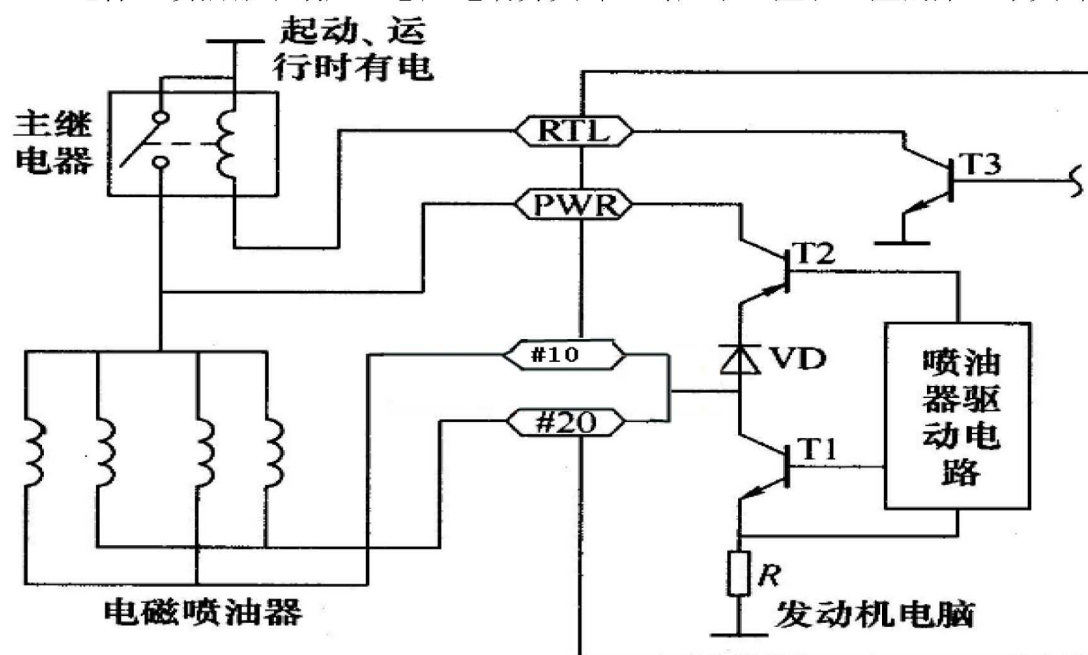

图 1
- 2). 该机 ECU 的输出电路如图 1 所示。这是一种典型的峰值保持型喷油器驱动电路，在图中，由 T1, T2 构成峰值保持型电路的主体，电阻 R 用来检测流过喷油器的电流，当达到预先设定的峰值电流，R 上的电压作用于喷油器驱动电路，后者输出控制信号，T1 截止，同时为 T2 提供一个开启控制信号。根据电磁感应定律，为维持原来的电流方向，喷油器两端将产生一感应电动势，方向为下正上负。此时，这个感应电动势对于 T2 来讲是正向偏置，经 VD, T2 回到喷油器上端。这样，电路中将有有一个较小的电流，用来将已经开启的喷油器针阀保持在开启状态。由于峰值电流与保持电流的差异，线圈下端会产生一尖峰脉冲，对应于 P 型和 H 型的第一个尖峰。在保持过程中，T1 以 20kHz 的频率导通或截止。当达到规定喷油脉宽后，控制电路切断 T1, T2 控制信号，这样，喷油器下端产生感应电动势尖峰，对应于 P 型和 H 型的第二个尖峰。